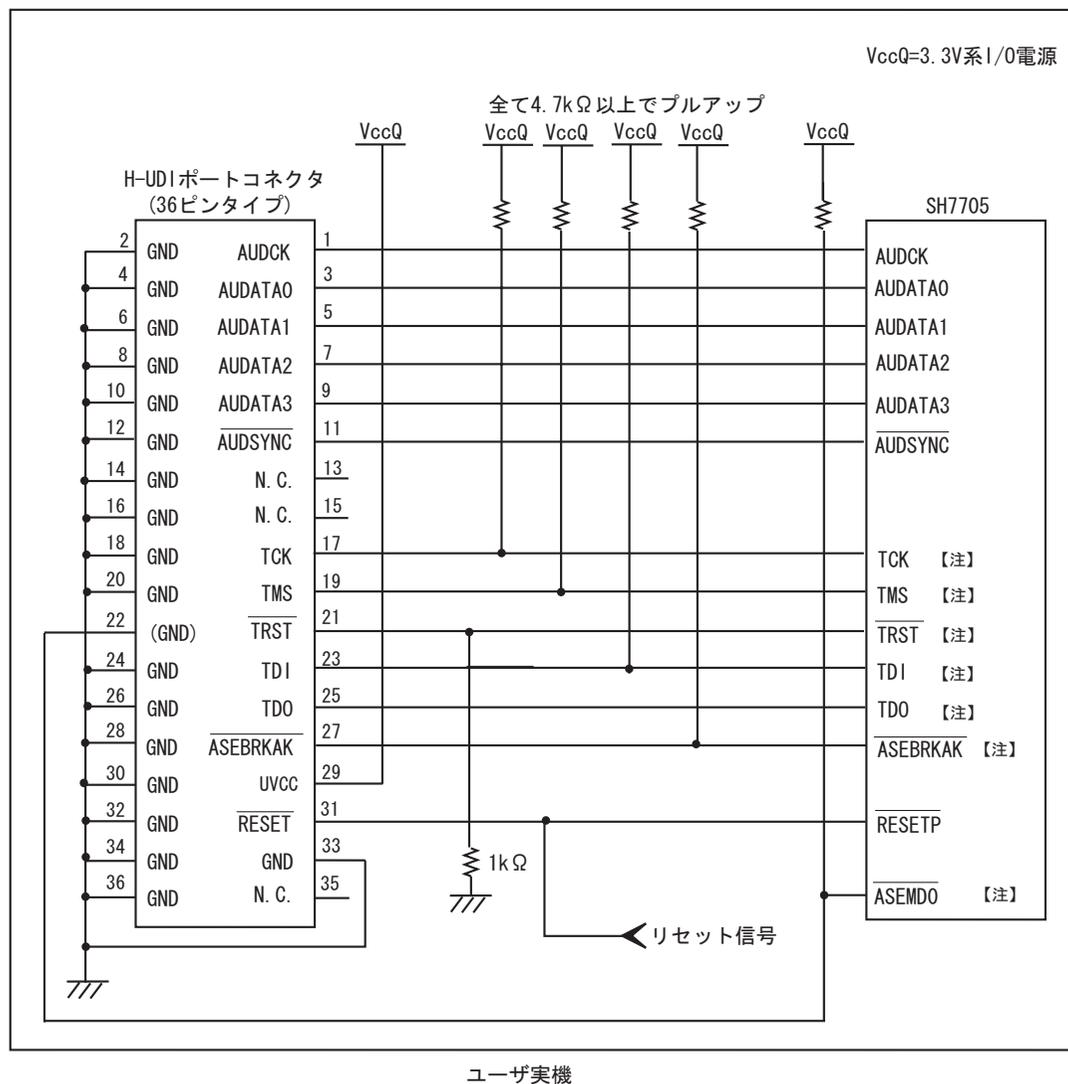

図 1.4 SH7705 使用時の H-UDI ポートコネクタ - チップ間の接続例 (36 ピンタイプ)
- 図 1.4 に SH7705 ご使用時の接続例を示します。